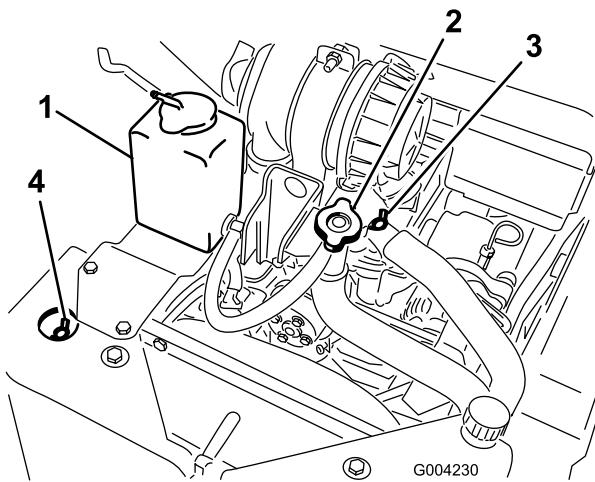

Bild 21
- A. Nehmen Sie den Verschlussdeckel ab (Bild 21).
- B. Öffnen Sie das vordere und obere Entlüftungsventil für das Kühlmittel (Bild 21).
- C. Füllen Sie Kühlmittel in den Einfüllstutzen ein, bis das Kühlmittel aus dem vorderen Entlüftungsventil für das Kühlmittel tritt (Bild 21).
- D. Schließen Sie das vordere Entlüftungsventil für das Kühlmittel (Bild 21).
- E. Füllen Sie Kühlmittel in den Einfüllstutzen ein, bis das Kühlmittel aus dem oberen Entlüftungsventil für das Kühlmittel tritt (Bild 21).
- F. Schließen Sie das obere Entlüftungsventil für das Kühlmittel (Bild 21).
- G. Füllen Sie Kühlmittel in den Einfüllstutzen, bis der Kühlmittelstand am Einfüllstutzen liegt (Bild 21).
- H. Setzen Sie den Verschlussdeckel auf (Bild 21).
- I. Füllen Sie Kühlmitteln in das Ausdehnungsgefäß, bis der Stand an die Voll-Linie an der Seite des Behälters liegt (Bild 21).